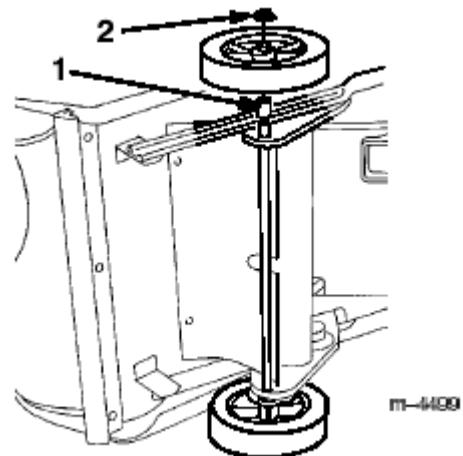

图3
7、安长垫圈和一个轮子于左侧轴。有6个轮幅的一侧朝下。（图3）